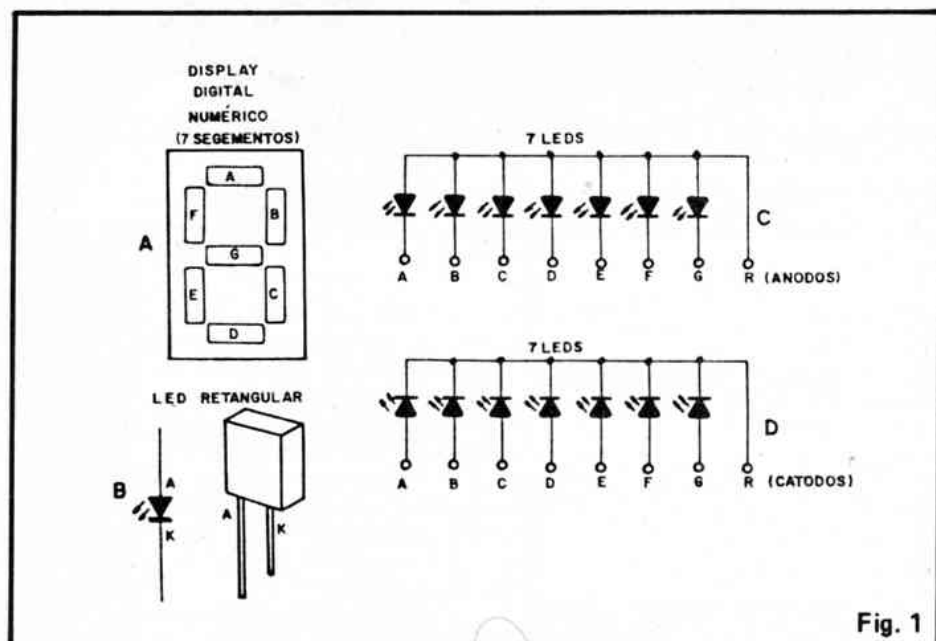

Fig. 1
- **FIG. 1** - Mostra os detalhes elétricos e "físicos" de um **display** convencional, a LEDs:
- Os furos marcados com "r" referem-se ao **Retorno** ou **Comum** do conjunto de LEDs. Assim, se for desejado um **display** tipo **catodo comum**, os catodos de todos os LEDs (terminal K - ver fig. 1-B) devem ser posicionados nos pontos "r". Se o leitor desejar um **display** tipo **anodo comum**, então os anodos dos LEDs (terminais A - novamente recorrer à fig. 1-B) é que devem ser posicionados nos pontos "r".
- A barra de furos junto à borda inferior da plaquinha, codificados como "G-F-E-D-R-C-B-A" representa justamente o conjunto de terminais do nosso **display**. "R" é o Retorno ou Comum (anodos ou catodos, conforme a escolha...) e "A" a "G" referem-se aos segmentos (ver fig. 1-A).